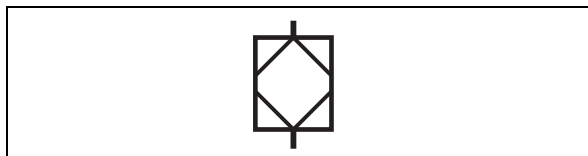

Abb. 42
- Wird die Speifontäne ohne entsprechendes ZA-Gerät betrieben kann die Entkeimungsanlage auch über das Symbol (Abb. 42) am Display der Speifontäne abgeschaltet werden. Erscheint das Symbol im schwarzen Feld, ist die Entkeimungsanlage aktiv und muss durch Antippen des schwarzen Feldes abgeschaltet werden.
- Aktivieren Sie die Standdesinfektion durch Antippen des Symbols (Abb. 42). Das Symbol erscheint im schwarzen Feld.